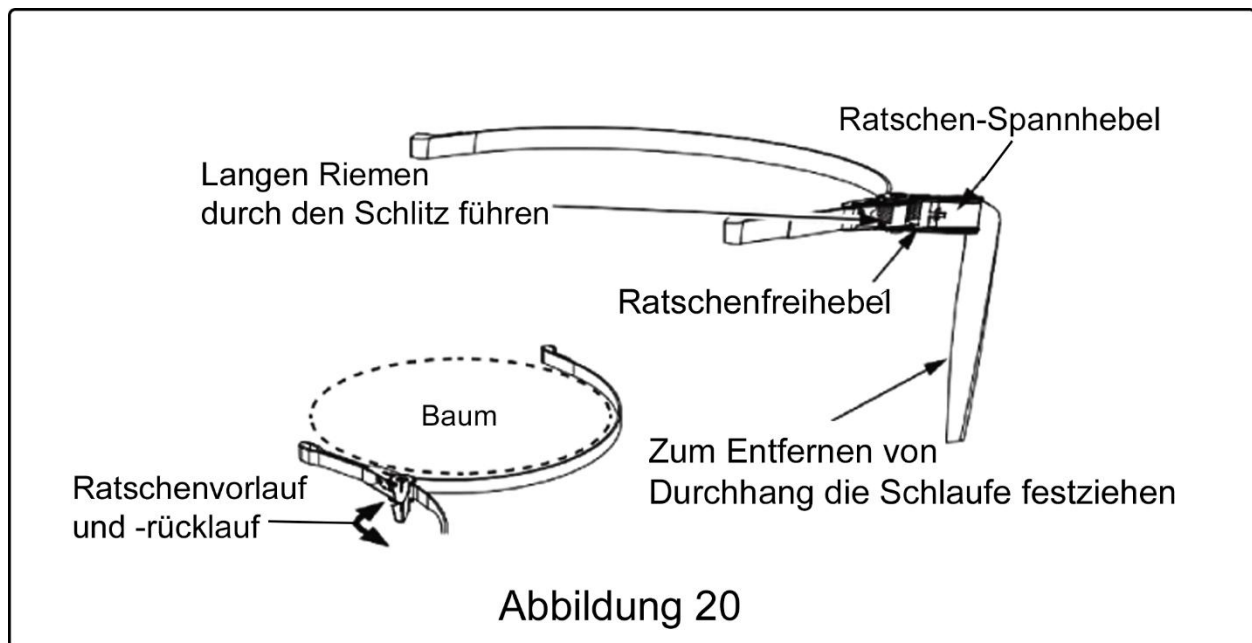

Abbildung 20
12. Stellen Sie sich auf die Leiterstufe, lehnen Sie sich mit dem zuvor installierten 6-Fuß-Ratschengurt (26) in der Hand zum Baum.
a. Wickeln Sie das zuvor installierte Ende des langen Gurtes um den Baum und führen Sie es durch den Schlitz im Ratschenmechanismus. Siehe Abbildung 20.
c. Ziehen Sie den Gurt mit der Ratsche am Baum fest. Der festgezogene Gurt befestigt den Stand sicher am Baum und verhindert ein Verrutschen. Siehe Abbildung 20.